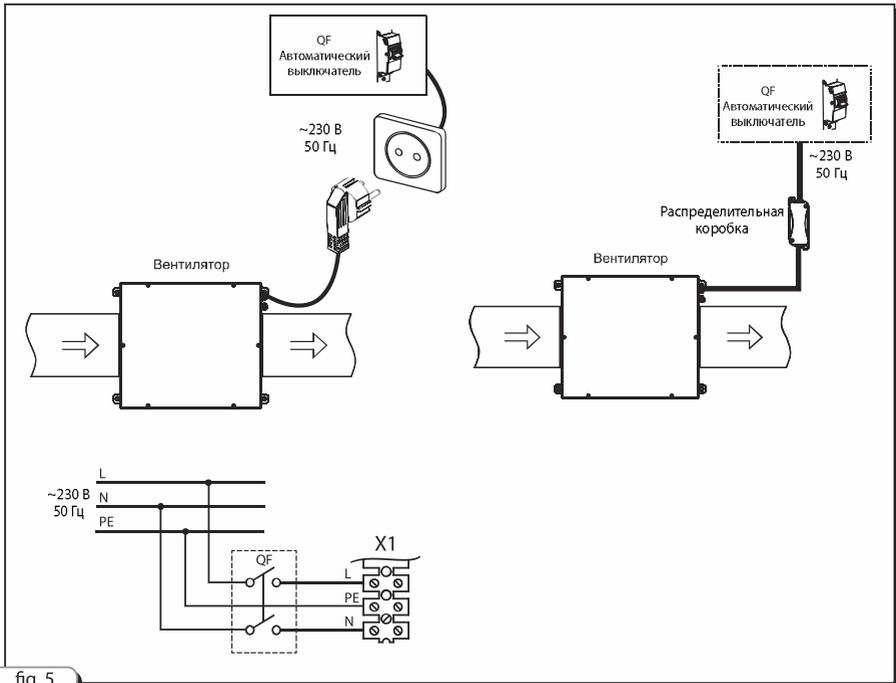

fig. 5
- Collegare i conduttori alla morsettiera secondo lo schema connessioni e le marcature (vedi Fig. 5). Per fare ciò inserire i conduttori nei rispettivi terminali fino a quando la parte isolata tocca con la parte metallica e bloccare i conduttori con le viti;
In caso di collegamento della ventola alla rete con morsettiera, valgono comunque lo schema connessioni e le marcature (vedi Fig. 5).